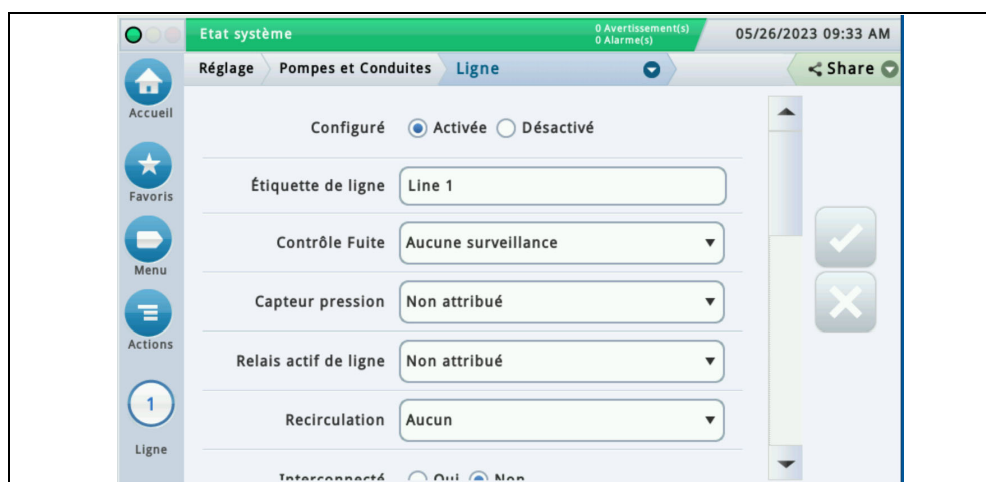

Figure 10. Écran de réglage des lignes
1. Accédez à **Menu>Réglage>Pompes et Conduites**, ouvrez Pompes et Conduites et touchez la sélection **Lignes** (2, Figure 8) pour ouvrir l'écran de réglage des pompes (voir Figure 10).